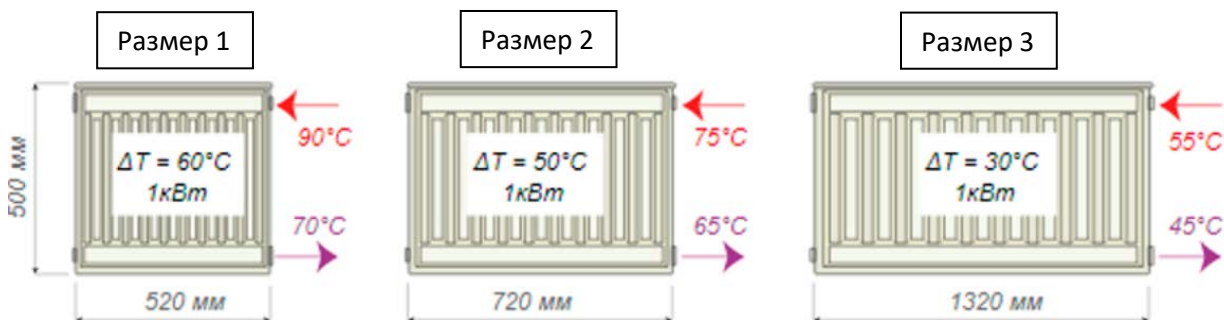

Рис. 1 Сравнение размера радиатора при разных температурах теплоносителя, с условием обеспечения +21°C внутри помещения и наружной температуре воздуха -20°C.
3. Погрешность температуры, (+-7 градусов). Проектирование и расчет систем отопления в случае такой погрешности идет в сторону снижения температуры входящей воды. В итоге график выданный OSK в 2018 году (рис.1) имеет расчетную максимальную температуру теплоносителя 70 °С что говорит о снижении температуры входящей воды относительно проектной почти на 20 °С